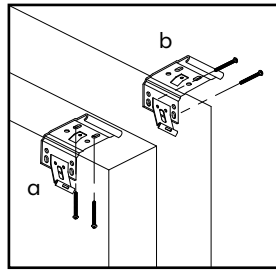

fig. 1
1. Visser les deux supports sur la surface de montage utilisant les vis fournies dans l'emballage (fig. 1). Les supports peuvent être utilisés pour l'installation au mur ou au plafond. S'assurer que les supports soient de niveau et parallèles l'un à l'autre.